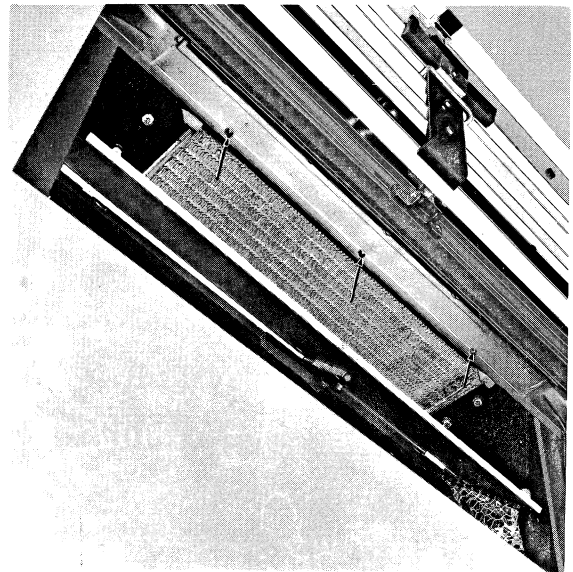

Fig. 28.
2. De voorzijde van de warmtewisselaar is door middel van drie bouten tegen het voorfront van de cabine vastgezet (fig. 28).
2. La face avant de l'élément de chauffage est fixée sur l'avant de la cabine au moyen de trois vis (fig. 28).